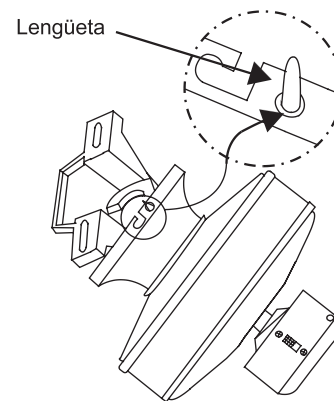

Figura 9
9. Suspende el ventilador en la lengüeta del soporte de suspensión. Asegúrese de que el escudete está completamente asegurado dentro de la lengüeta cómo se muestra en la figura 9 esto le permitirá hacer las conexiones eléctricas.